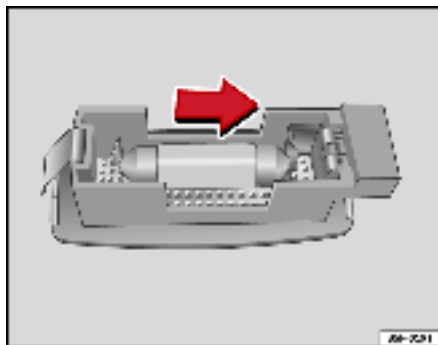

Fig. 201 Démontage de l'éclairage du pare-soleil
- Retirez le feu avec précaution en utilisant la partie plate du tournevis comme indiqué sur la figure ⇒ fig. 201.
- Retirez la lampe en la bougeant dans le sens de la flèche et vers l'extérieur ⇒ fig. 201. ■